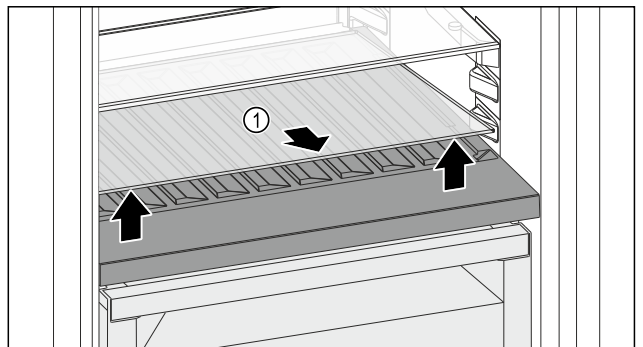

Fig. 156
- Cam rafı Fig. 156 (1) öndeki çıkıntıdan kaldırın ve çıkartın.
- Cam rafı Fig. 156 (1) cihazın dışında güvenli bir şekilde saklayın.